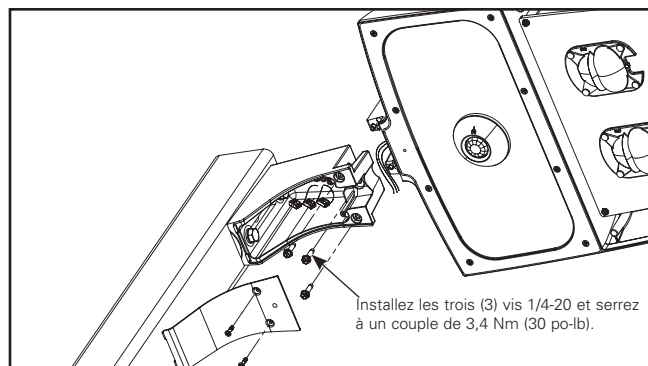

Figure 3.
3. Pliez les fils du luminaire devant la porte du luminaire lorsque vous glissez le luminaire sur le bras de montage. Installez les trois (3) vis de 6-20 x 25 mm (1/4-20 x 1 po) et serrez-les à un couple de 8,1 Nm (6 pi-lb). Serrez d'abord la vis centrale, comme montré à la Figure 3.
Note: Assurez-vous que les fils d'alimentation du luminaire ne sont pas coincés entre le couvercle et le bras de montage, comme montré aux Figures 3 et 5.
6. Installez les trois (3) vis de 6-20 x 25 mm (1/4-20 x 1 po) et serrez-les à un couple de 8,1 Nm (6 pi-lb). Serrez d'abord la vis centrale, comme montré à la Figure 3, puis installez le bouchon de plastique sur la vis centrale (Figure 3).
7. Rassemblez les fils dans le luminaire et installez la porte du luminaire. Serrez les huit (8) vis de la porte du luminaire à un couple de 2,2 Nm (20 po-lb) (ou serrez les vis de serrage à main de la porte).